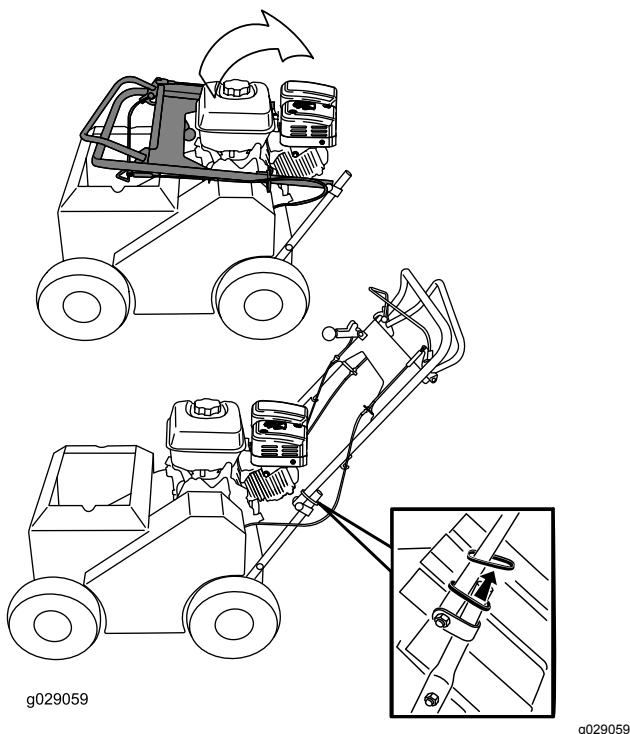

Figura 3
1. Eleve el manillar a la posición de operación (Figura 3).
2. Deslice los anillos de bloqueo ovalados situados en cada lado del manillar superior sobre el manillar inferior (Figura 3) para unir ambas secciones del manillar.